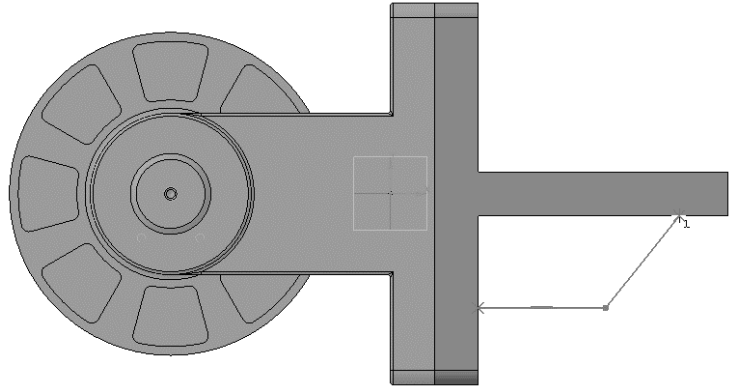

Рис. 54. Эскиз ребра жесткости
3.3.4 Постройте два отрезка так, как это показано на рис. 54. Для этого укажите «на глаз» три точки, через которые проходят отрезки (рис. 54).